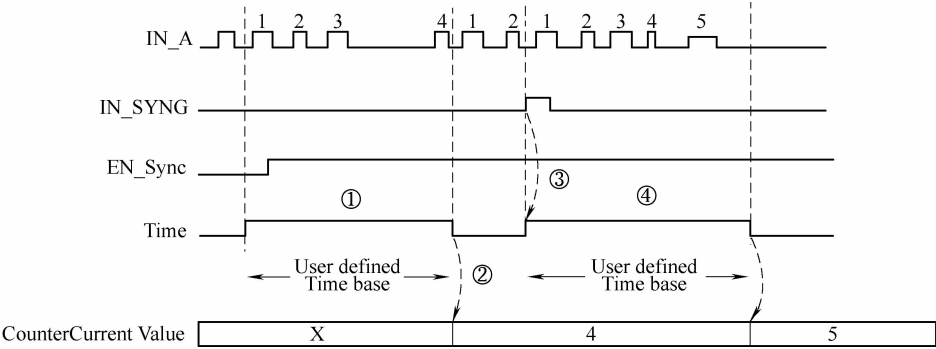

图 17-16 事件计数模式的应用
组态为主要计数器时，用到的通道很多。这时用到哪个通道就可以激活哪个通道。如图 17-16 所示，我们激活了很多通道。
- 事件计数模式的应用，如图 17-16 所示。